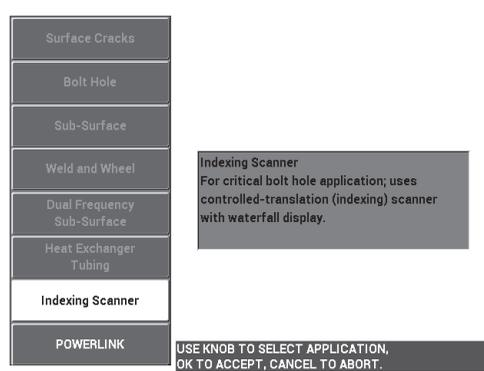

Рис. 5-63 Приложение Индексирующий сканер
3. Нажмите клавишу меню ADV SETUP (🔧), затем выберите **ВЫБР ПРИЛ.** (клавиша A), чтобы открыть меню выбора приложений. С помощью ручки регулятора выберите **Индекс. сканер** и нажмите ✓ для подтверждения (см. Рис. 5-63 на стр. 184).